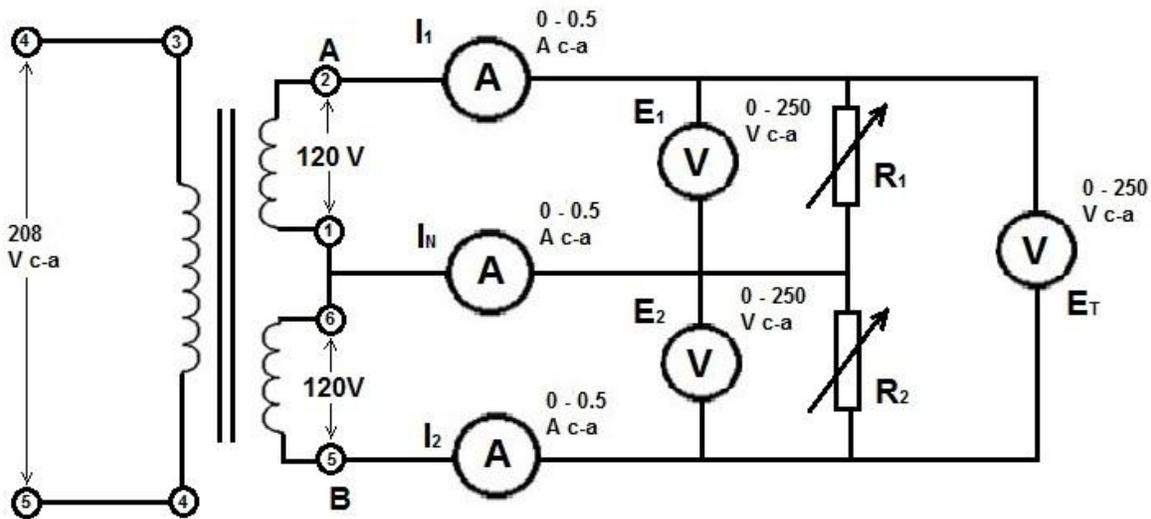

Figura 3.1
1.- Conecte el circuito ilustrado en la figura 3.1, usando los módulos EMS de transformador, resistencia, fuente de alimentación y medición de c-a. Observe que el devanado primario (3 a 4) va conectado a la salida de 0-208V c-a de la fuente de alimentación, es decir, las terminales 4 y 5. Los devanados secundarios del transformador (1 a 2 y 5 a 6), se conectan en serie para obtener 240V c-a entre los puntos A y B. Para R_1 y R_2 utilice secciones distintas del módulo de resistencia.